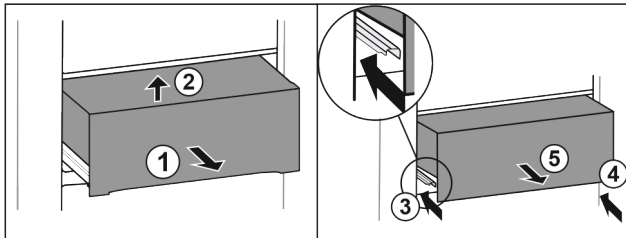

Fig. 31
- ▶ Extraer el cajón hasta la mitad Fig. 31 (1).
- ▶ Levantar por delante Fig. 31 (2).
- ▶ Introducir la guía izquierda Fig. 31 (3).
- ▶ Introducir la guía derecha Fig. 31 (4).
- ▶ Retirar el cajón hacia delante Fig. 31 (5).